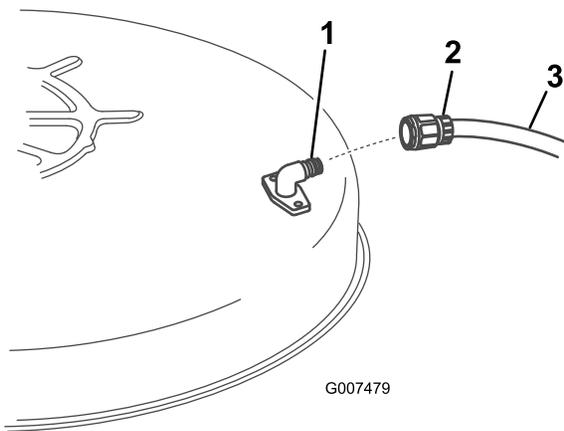

Bild 36
5. Montieren Sie die Schlauchkupplung auf die Kupplung am Mähwerk-Spülanschluss und drehen Sie das Wasser mit starkem Druck auf (Bild 36).